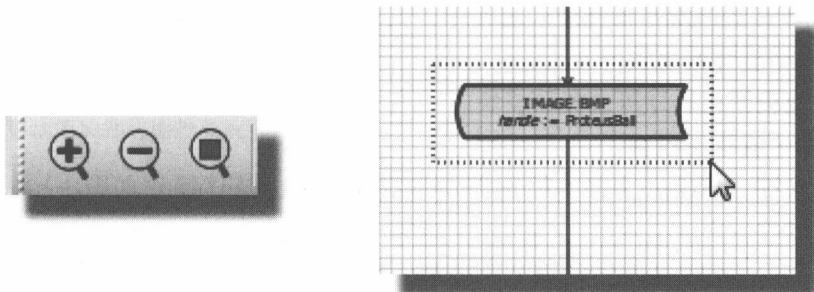

图 1-17 放大/缩小按钮和编辑窗口
(1) 放大/缩小按钮和编辑窗口如图 1-17 所示。滚动鼠标中间滚轮，可以以鼠标指针为中心放大和缩小编辑窗口。